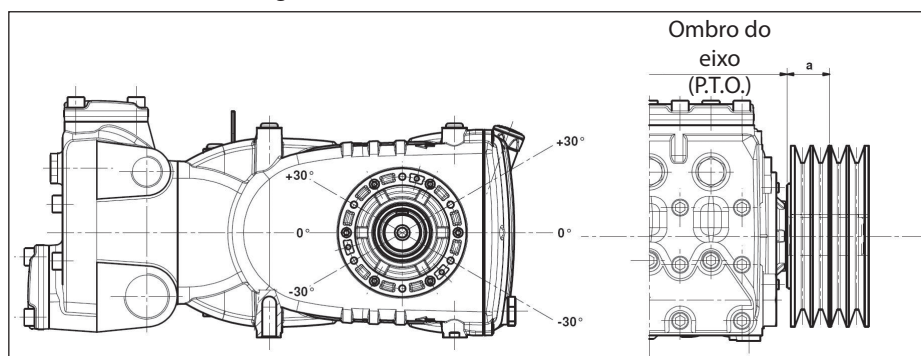

Fig. 10
A carga radial sobre o eixo não deve ser superior a 7500 N (valor necessário para a definição do layout). A transmissão é considerada adequada se esta carga for aplicada a uma distância máxima de  $a = 40 \text{ mm}$  do ombro do eixo (P.T.O) como indicado em Fig. 10.
- b) Use correias de alto rendimento - por exemplo **XPB** ao invés de **SPB** - pois resultará necessário uma quantidade inferior de correias com a mesma potência transmitida e uma conseqüente distância inferior do resultante em relação ao ombro do eixo (P.T.O.) "a" de Fig. 10.